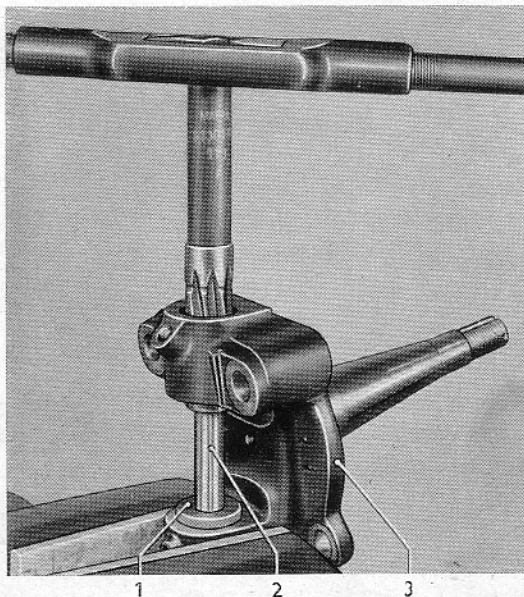

Bild 18 – Erste Achsschenkelbuchse mit S-1001 ausreiben
- 1 Oberes Achsschenkelauge, Buchse ist nach Bild 18 bereits ausgereiben